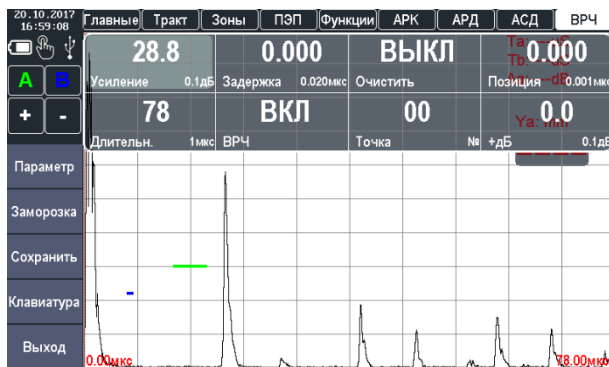

Рисунок 2.32 – Включение режима ВРЧ
На дисплее прибора ниже основного уровня зоны отобразятся дополнительные контрольный и поисковый уровни зоны контроля (рис. 2.32).
4. Найти максимальный сигнал от ближнего отражателя, регулируя усиление, установить вершину импульса на уровень 50-80 % экрана (рис. 2.32).